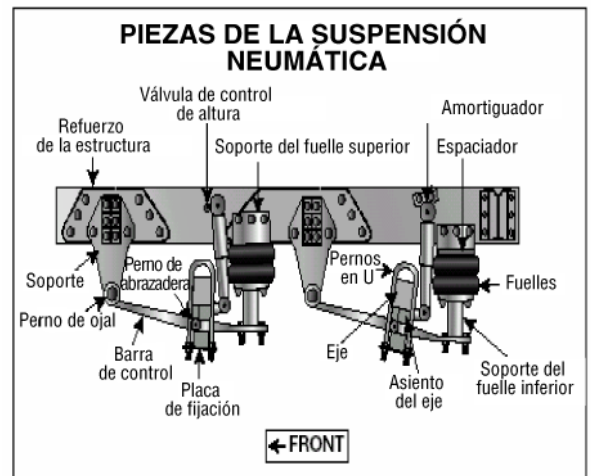

Figura 2.4
- Sistemas de suspensión neumática dañados o con fugas. (Ver la figura 2.4)